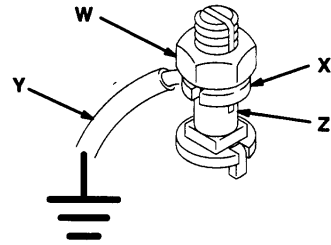

Fig. 1
1. *Pompe* : Utiliser une bride et un câble de mise à la terre. Voir Fig. 1.
Desserrer le contre-écrou (W) de la borne de mise à la terre, et sa rondelle (X). Insérer une des extrémités d'un câble de terre (Y) de section minimum 1,5 mm² fente de la borne (Z), et bloquer le contre-écrou. Voir fig. 1. Raccorder l'autre extrémité du câble à une prise de terre correcte. Commander une bride et un câble de mise à la terre, référence 222-011.